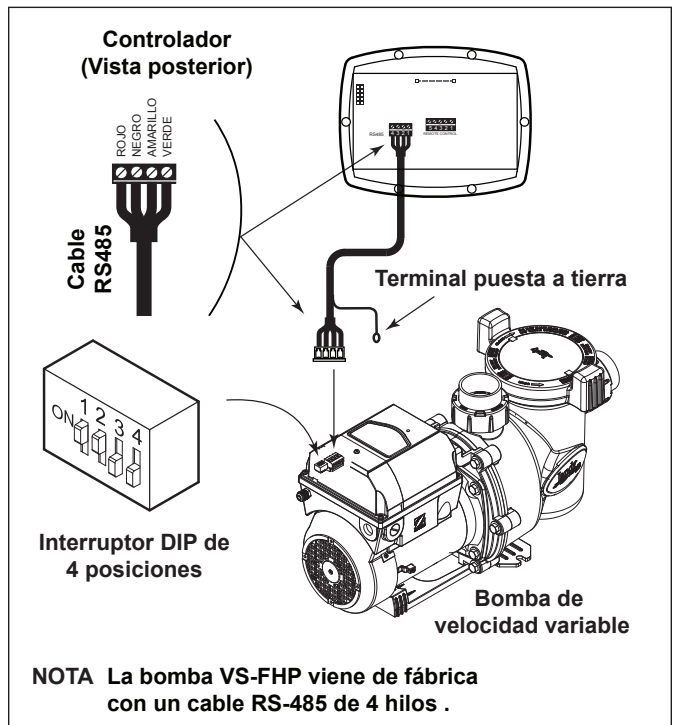

Figura 9. Cableado del controlador de velocidad (JEP-R) a la bomba VS-FHP
2. Deslice los interruptores DIP 1 y 2 arriba, quedando en la posición "ON" (de encendido) y los interruptores DIP 3 y 4 hacia abajo, quedando en la posición "OFF"(apagado). Véase Figura 9.